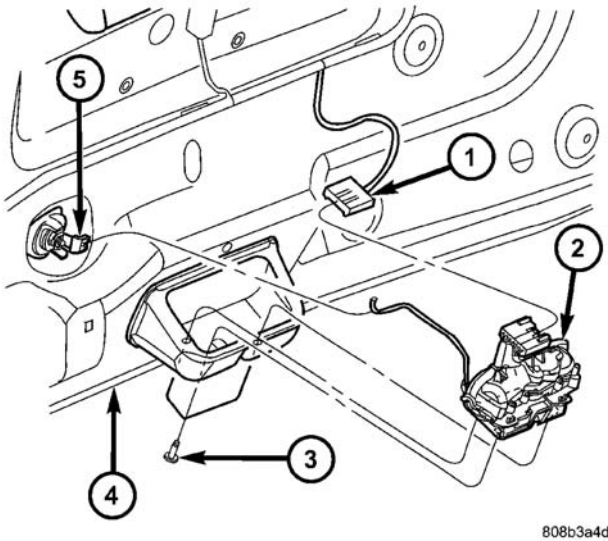

图 2 举升门闩
- (1) 卸下举升门装饰板。
- (2) 自门闩上的夹子拆开外侧把手连杆。
- (3) 自举升门门闩断开导线接头（图 2）。
- (4) 卸下将闩固定至举升门的螺钉。
- (5) 自车辆拆下门闩。